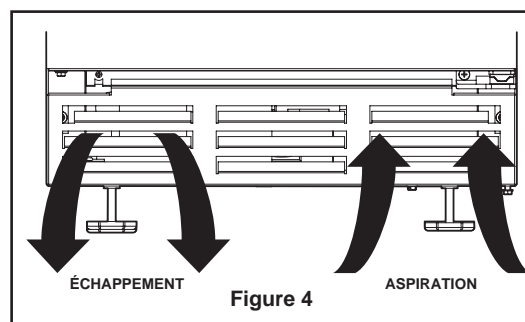

Figure 4
- 8 Installez l'appareil dans un endroit où l'air peut circuler librement à travers la grille avant (Figure 4).